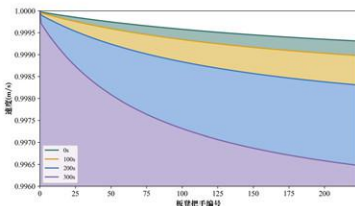

图4 不同时刻下板凳龙把手的速度情况
- 如图4所示，随着时间增加，各节龙身把手以及龙尾速度均在减小，且龙身把手位置